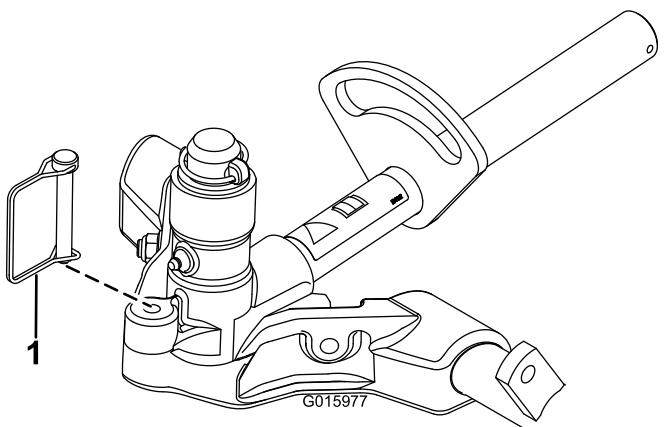

図 17
12. カッティングユニットが首振りしないように固定するには、スナッパピンを使ってピボットヨークをキャリアフレームに固定します図 17。